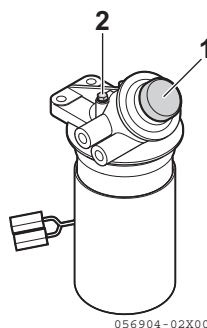

Figure 4
3. Allentare la vite di spurgo dell'aria (**Figure 4, (2)**) di due o tre giri.
4. Premere sulla pompa di innesco (**Figure 4, (1)**) per far uscire l'aria dalla vite di spurgo dell'aria.